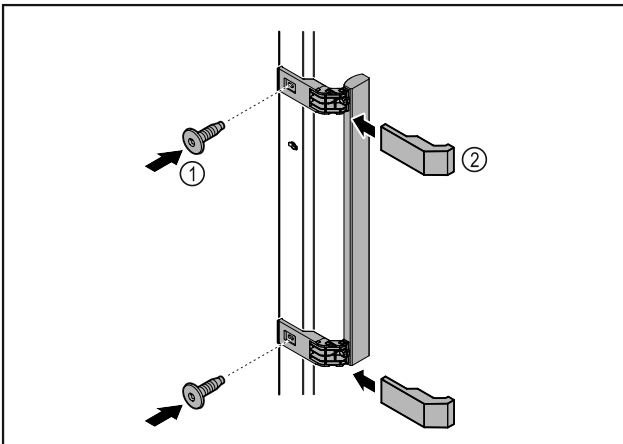

Fig. 8
- Kiinnitä oheispakkauksessa oleva kahva mukana olevilla ruuveilla Fig. 8 (1) oveen.
- Aseta suojus Fig. 8 (2) paikalleen.